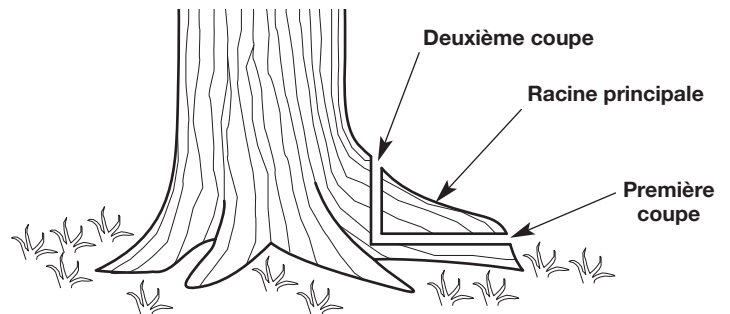

Fig. 23
1. Faites une coupe horizontale dans la racine principale (Fig. 23). Pour éviter que le guide-chaîne ne soit pincé par le poids du bois, faites toujours cette coupe en premier.
2. Faites une coupe verticale dans la racine principale (Fig. 23).